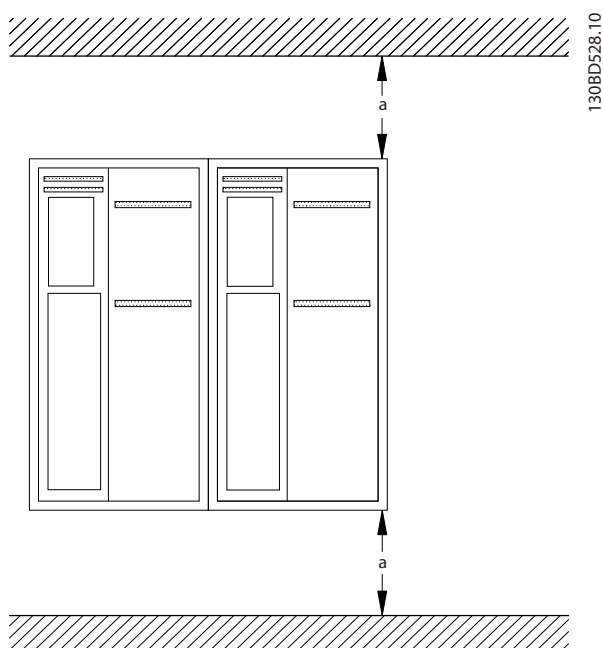

Bild 3.2 Övre och nedre kylningsavstånd
- Se till att kylningsavståndet är tillräckligt stort både ovanför och under enheten. I Bild 3.2 finns avståndskraven specificerade.